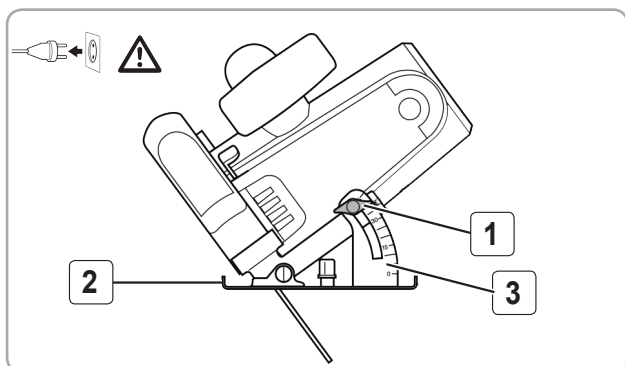

Fig.6
Este important să deconectați scula de la rețeaua electrică înainte de a efectua orice operațiune asupra sculei; Fig 6
- Slăbiți șurubul de blocare a unghiului de înclinare. Fig 6 (1) Placa de bază Fig 6 (2) va fi liberă pentru a fi pivotată.
- Selectați unghiul necesar (0-45°), folosind scala unghiului de înclinare. Fig 6 (3)